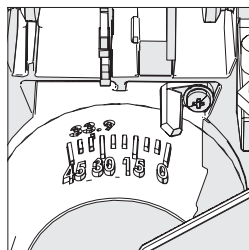

Fig. 8
- Accertarsi che la testa da taglio sia in verticale, che poggi contro il fermo e che l'indicatore di smusso indichi 0° sulla scala (**vedere Fig. 8**).